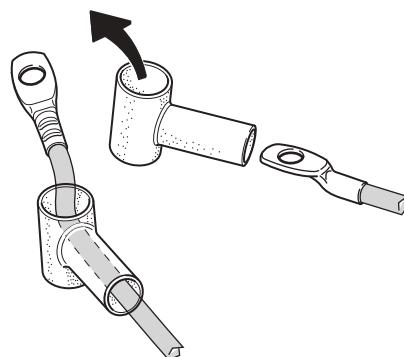

Fig. 46
- Før kabeltilslutningen gennem gummibeskyttelseshætter (Fig. 46).